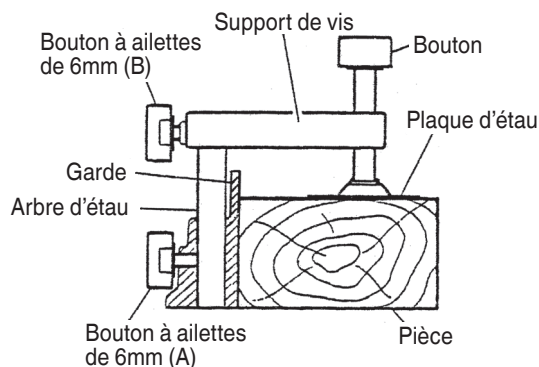

Fig. 15
- (1) L'ensemble de l'étau peut être monté sur le côté gauche du guide ou sur le côté droit du guide en desserrant le boulon à oreille 6 mm (A).
- (2) Le support de vis se relève ou s'abaisse en fonction de la hauteur de la pièce en desserrant le boulon à ailettes de 6mm (B). Après le réglage, resserrer fermement le boulon à ailettes de 6mm (B) et fixer le support de vis.
- (3) Tourner le bouton supérieur et fixer solidement la pièce en place (Fig. 15).